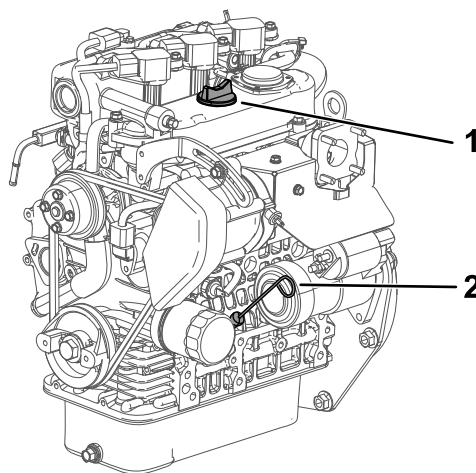

Figure 15
- Retirez la jauge (Figure 15) et essuyez-la sur un chiffon propre.
- Remettez la jauge dans le tube en l'enfonçant au maximum (Figure 15).
- Ressortez la jauge et contrôlez le niveau d'huile (Figure 15).
5. Si le niveau est trop bas, enlevez le bouchon de remplissage (Figure 15) et ajoutez la quantité d'huile nécessaire pour amener le niveau au repère maximum sur la jauge.
6. Revissez la jauge solidement en place (Figure 15).